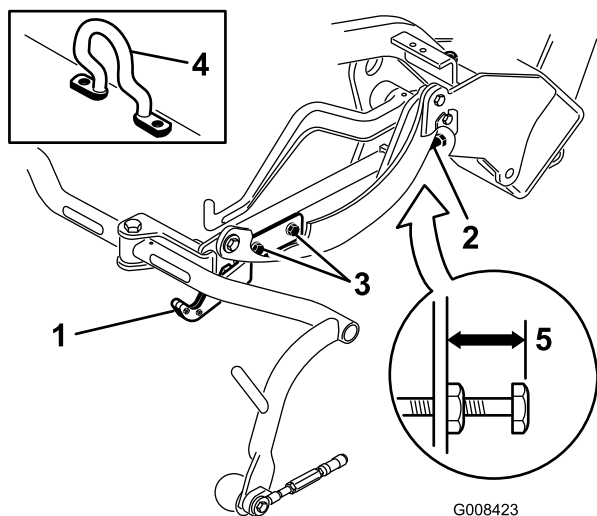
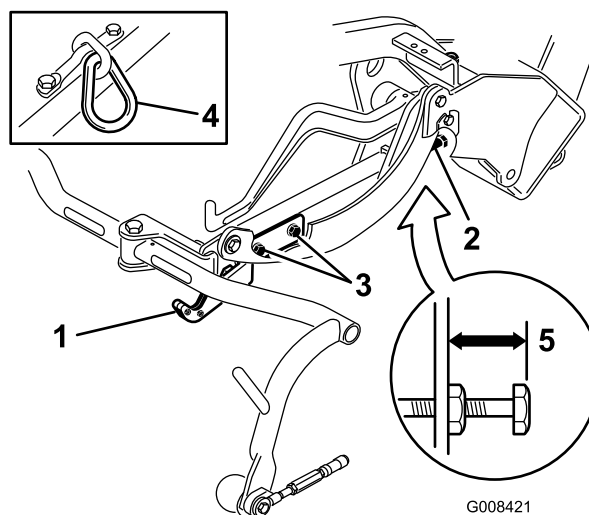
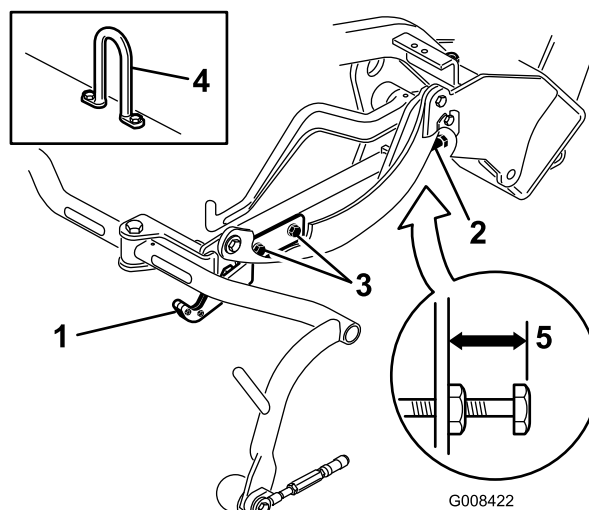

Figura 11
Figura 12
Figura 13
Controllate l'altezza di trasferimento (Figura 12 e Figura 13) e regolatela se necessario.
2. Sugli apparati di taglio dotati di un gancio di sollevamento sfalsato (riquadro Figura 11), verificate che la distanza dalla parte superiore della vite di regolazione del telaio portante alla parte posteriore del telaio portante sia pari a 25 mm. Se la distanza non è di 25 mm, passate al punto 4.
3. Sugli apparati di taglio dotati di un gancio di sollevamento sfalsato (riquadri Figura 12 e Figura 13), verificate che la distanza dalla parte superiore della vite di regolazione del telaio portante alla parte posteriore del telaio portante sia pari a 22 mm. Se la distanza non è di 22 mm, passate al punto 4. Se l'elemento di taglio è dotato di gancio di sollevamento sfalsato (Figura 11), passate al prossimo punto.
4. Allentate le viti di montaggio della piastra di trasferimento (Figura 12, Figura 13 e Figura 11).
7. Se i telai portanti non si trovano alla stessa altezza, allentate il controdado della vite di regolazione del telaio portante (Figura 11, Figura 12 e Figura 13). Ruotate la vite, svitandola per sollevare il telaio e avvitandola per abbassarlo. Serrate il controdado una volta raggiunta l'altezza corretta.